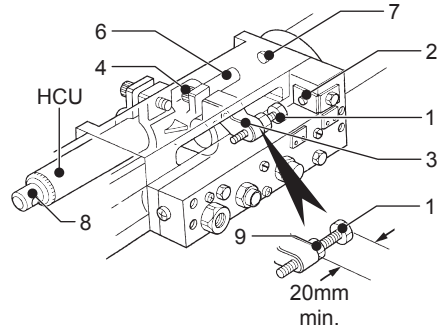

Abbildung 5
- Endgültige Tiefeneinstellung mit Hilfe von 10 (Abb. 5) vornehmen.
- Mit Hilfe von 9 (Abb. 5) arretieren.